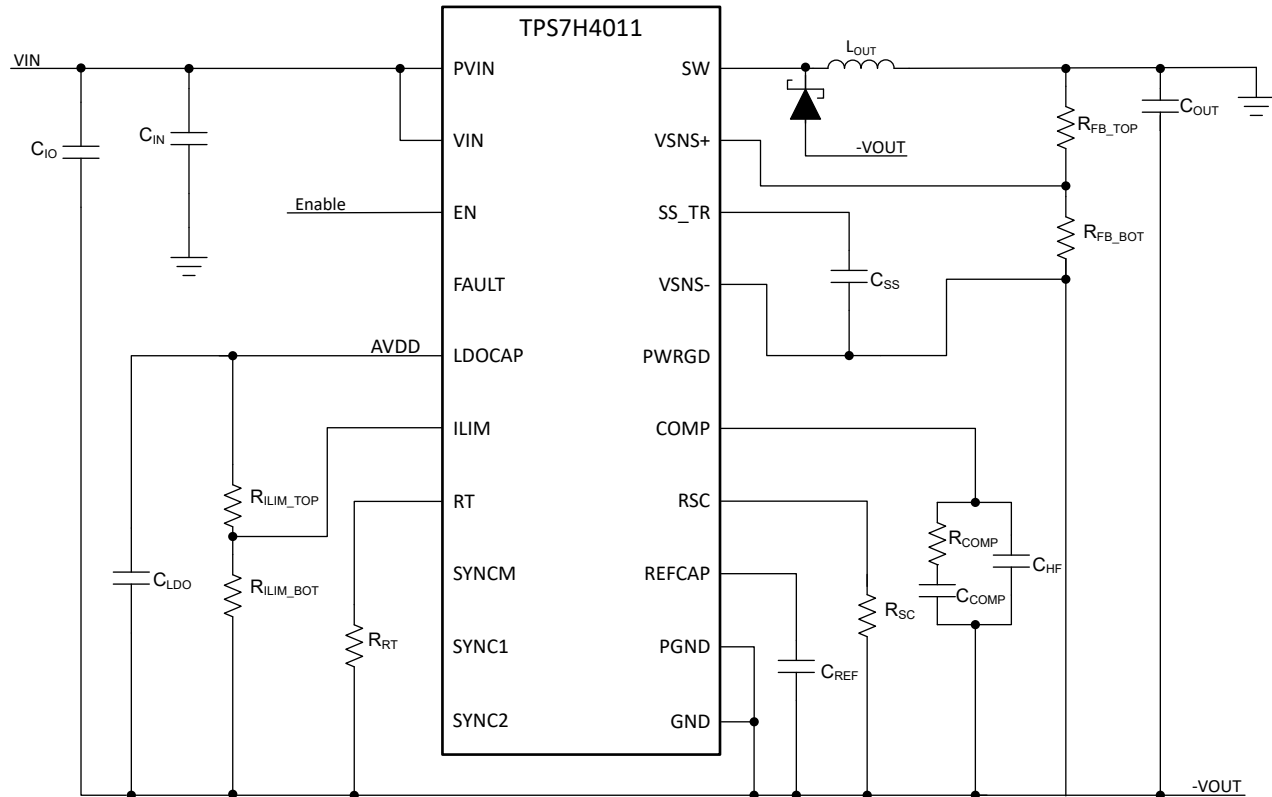

図 9-5. 反転昇降圧の概略回路図
TPS7H4011 は、図 9-5 に示すように、負の出力電圧を生成するために反転昇降圧として構成することができます。
- 図 9-5 の C_{IO} は、降圧コンバータで使用される標準の入力コンデンサです。 C_{IN} は、システムグラウンドを基準とした入力コンデンサで、レギュレータの入力に低インピーダンスパスを提供します。